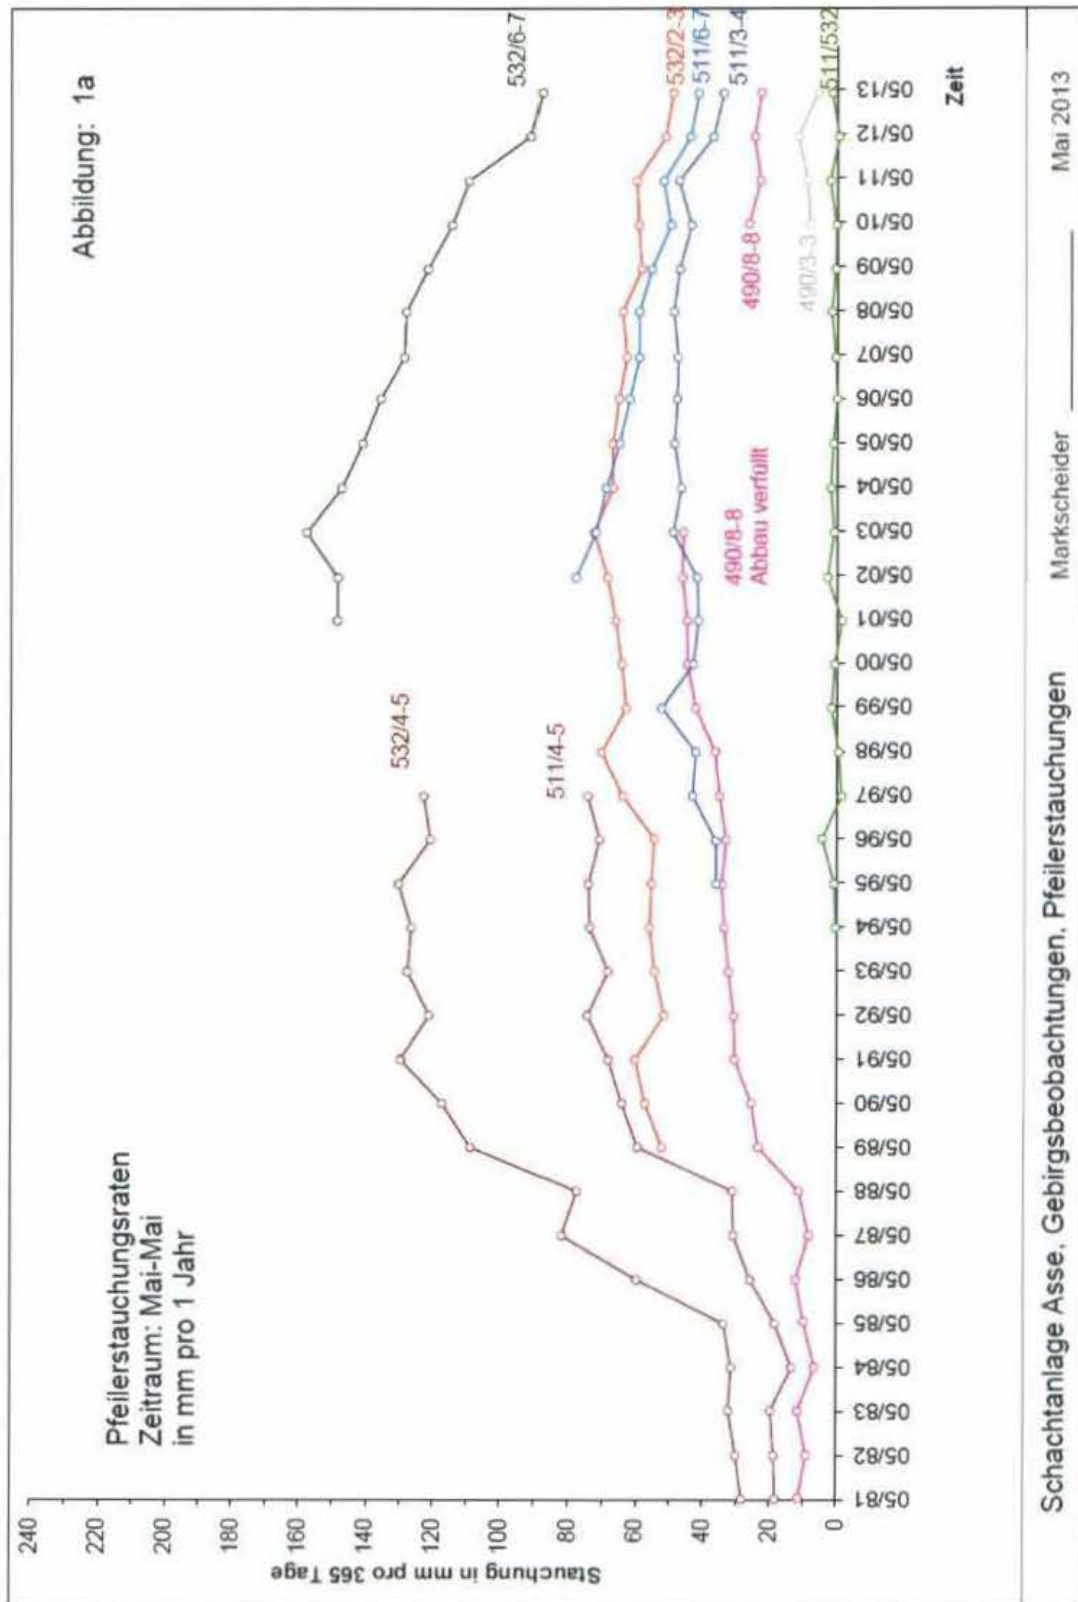

Abbildung 1a: Pfeilerstauchungsraten 511- und 532-m-Sohle [mm/a]
- Abbildung 1a: Pfeilerstauchungsraten 511- und 532-m-Sohle [mm/a]